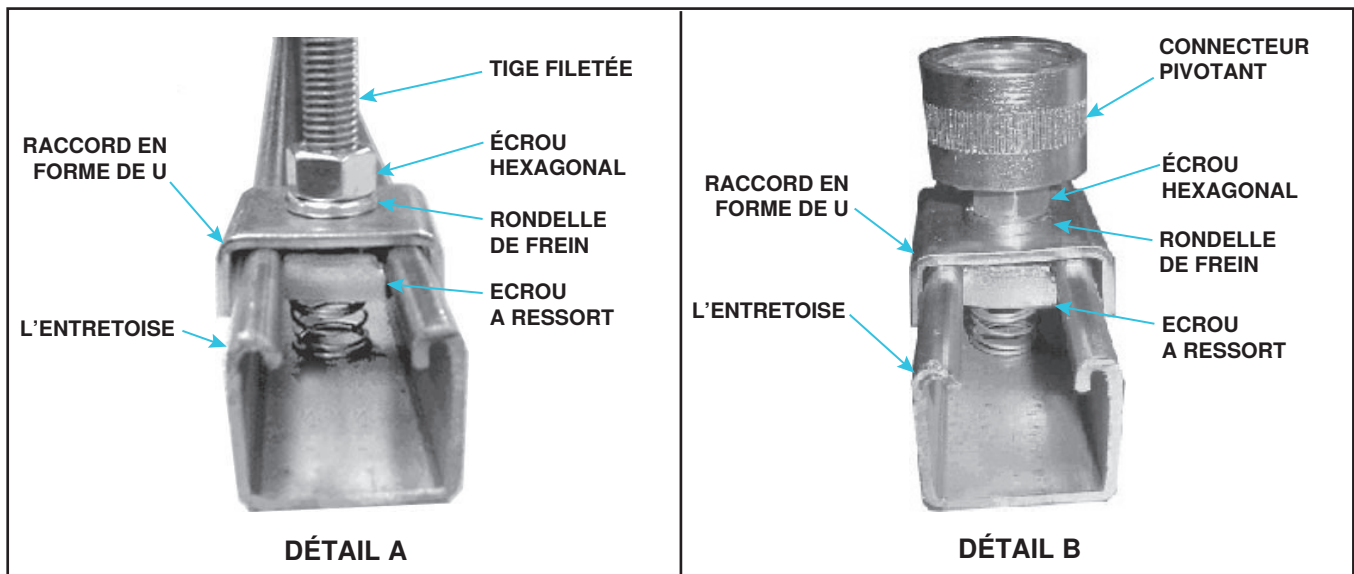

Figure 7. Suspension-montage
1. Pour suspendre le réchauffeur à l'aide de tiges filetées (voir **Figure 7**, DÉTAIL A) :
2. Pour suspendre le réchauffeur à un tuyau de 1 pouce à l'aide de connecteurs pivotant (option CK10, voir **Figure 7**, DÉTAIL B) :